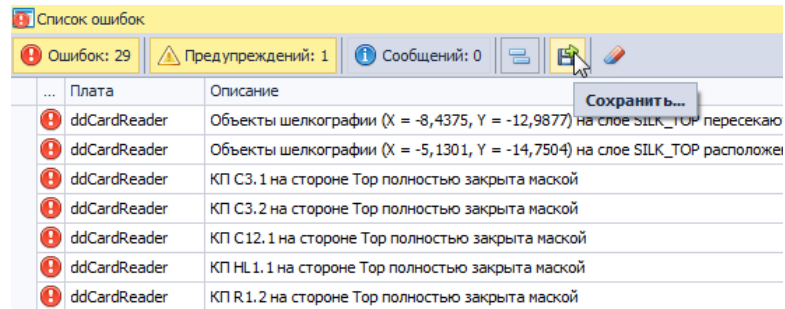

Рис. 399 Экспорт списка нарушений
1. Навести курсор на инструмент «Сохранить в...», обозначенный значком  и нажать левую кнопку мыши, см. Рис. 399.